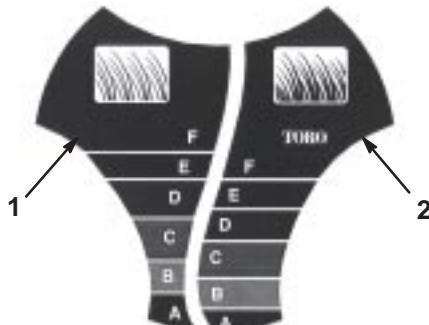

Figure 13
Le système *SmartWheel™* comporte deux échelles de coupe : *Clairsemée/Normale* et *Drue*—de manière à garantir une hauteur de coupe adaptée quelle que soit la nature de l'herbe (Fig. 13). Utilisez principalement l'échelle *Clairsemée/Normale* pendant les mois d'été. L'échelle *Drue* est utilisée de préférence quand l'herbe est drue et humide, généralement au printemps.
2. Amenez la tondeuse sur la surface de travail, arrêtez-vous quand le dessin *SmartWheel* est vertical sur l'une des roues arrière (Fig. 13).